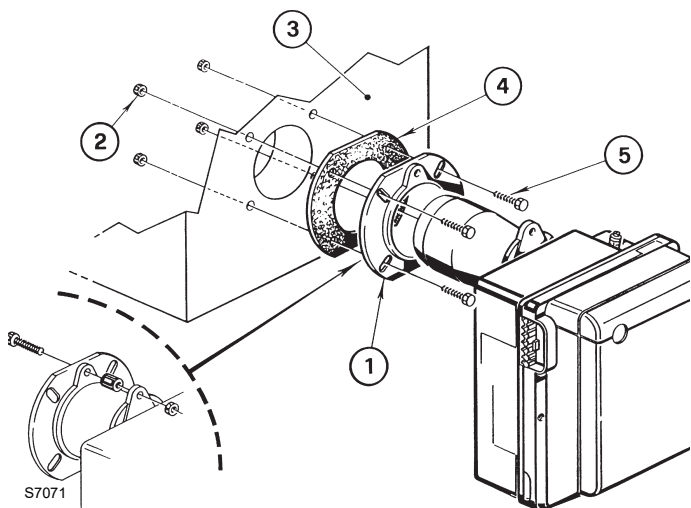

Fig. 4
- Inserire sulla flangia (1) la vite e i due dadi, (vedi Fig. 4).
- Allargare, se necessario, i fori dello schermo isolante (4).
- Fissare alla portina del generatore (3) la flangia (1) mediante le viti (5) e (se necessario) i dadi (2) interponendo lo schermo isolante (4), (vedi Fig. 4).